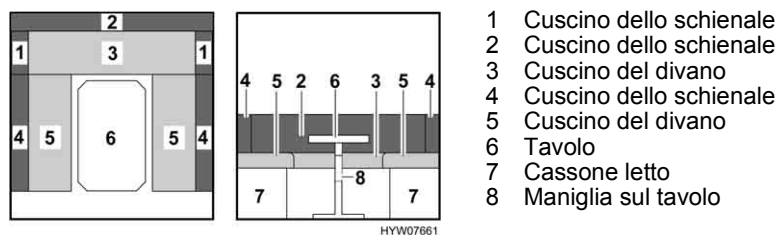

Fig. 57 Prima della trasformazione
- Collocare i cuscini dello schienale (Fig. 57,1 e Fig. 57,2) sotto il tavolo.
- Sistemare i cuscini del divano (Fig. 57,5).
- Sollevare la maniglia (Fig. 57,8) del tavolo (Fig. 57,6) verso l'alto e tirarla leggermente.